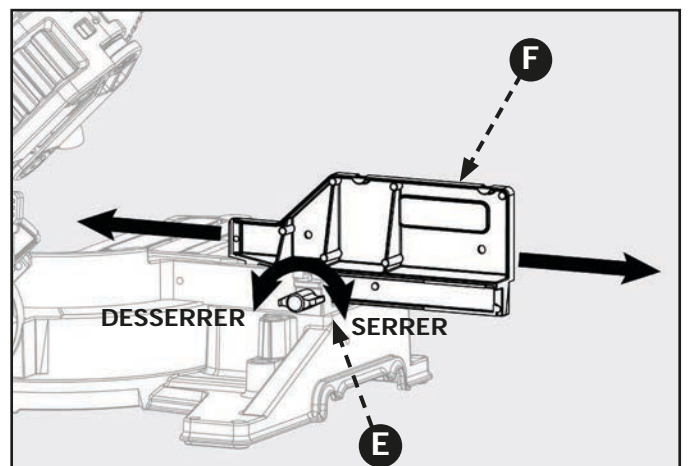

Figure 33
Cette scie dispose d'un guide avec rallonge ajustable. Pour étendre ou replier le guide, consultez la figure 33 et suivez ces instructions : Dévissez la manette de verrouillage (E) en la tournant dans le sens antihoraire et faites glisser le guide (F) jusqu'à la position désirée. Veillez à ressermer la manette de verrouillage (E) en la tournant dans le sens horaire.